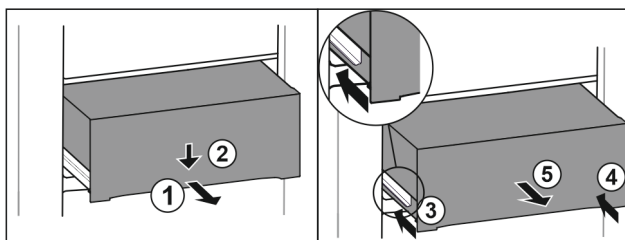

Fig. 146
- Predal izvlecite do polovice. Fig. 146 (1)
- Predal na sprednji strani potisnite navzdol. Fig. 146 (2)
- Levo vodilo potisnite približno 2 cm noter. Fig. 146 (3)
- Desno vodilo potisnite približno 2 cm noter. Fig. 146 (4)
- Predal vzemite ven v smeri naprej. Fig. 146 (5)